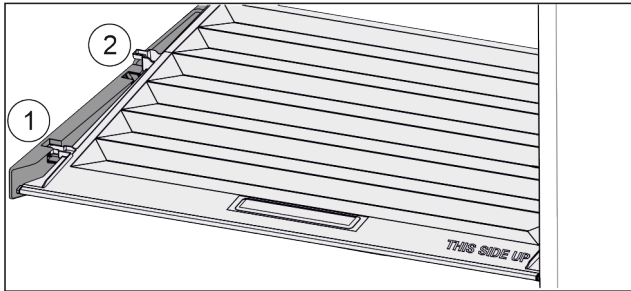

Fig. 108
- Tirer le couvercle vers l'avant jusque dans l'orifice des pièces de retenue Fig. 108 (1).
- Le soulever par le bas à l'arrière et le sortir par le haut Fig. 108 (2).